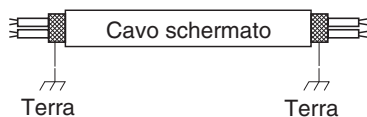

Fig. 4-6
- (5) Usare cavi schermati per i collegamenti inter-unità (c) e collegare a terra la schermatura su ambedue le estremità; in caso contrario si possono verificare malfunzionamenti dovuti a disturbi elettrici. (Fig. 4-6) Collegare i cavi come mostrato nella sezione "4-3. Schemi di collegamento elettrico".